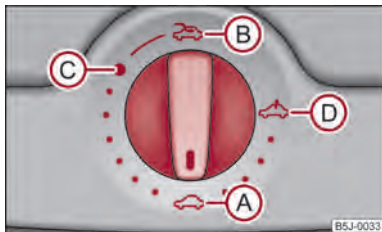

Abb. 20 Ausschnitt des Dachhimmels: Drehschalter für das elektrische Schiebe-/Ausstelldach
Das Schiebe-/Ausstelldach wird mit dem Drehschalter ⇒ Abb. 20 bedient und funktioniert nur bei eingeschalteter Zündung. Der Drehschalter hat mehrere Stellungen.
- Drehen Sie den Schalter in Stellung **C** ⇒ Abb. 20.
- Drehen Sie den Schalter in Stellung **A** ⇒ Abb. 20.
Das Schiebe-/Ausstelldach ist mit einer Kraftbegrenzung ausgestattet. Wenn ein Hindernis (z. B. Eis) das Schließen verhindert, stoppt das Schiebe-/Ausstelldach und öffnet vollständig. Das Schiebe-/Ausstelldach können Sie ohne Kraftbegrenzung vollständig schließen, wenn Sie den Schalter in Stellung **A** ⇒ Abb. 20 vorn so lange drücken, bis das Schiebe-/Ausstelldach vollständig geschlossen ist ⇒ .
Nach jeder Notbetätigung (mit Innensechskantschlüssel) muss das Schiebe-/Ausstelldach in die Grundstellung gebracht werden. Deshalb müssen Sie den Drehschalter in die Schalterstellung ① bringen ⇒ Abb. 20 und etwa 10 Sekunden lang vorn drücken.